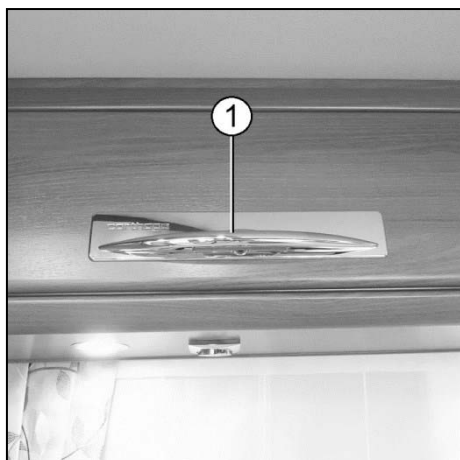

Fig. 104 Fermeture à poignée
1. Pousser la poignée (Fig. 104/1) vers le bas.